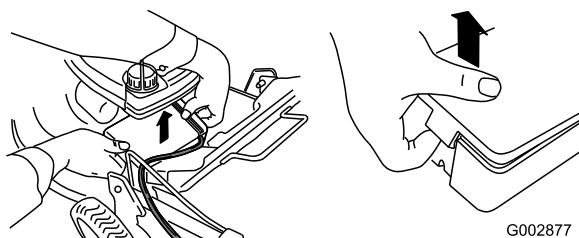

Bild 7
1. Lösen Sie die beiden Clips der Batteriefachabdeckung und nehmen Sie sie ab (Bild 7).